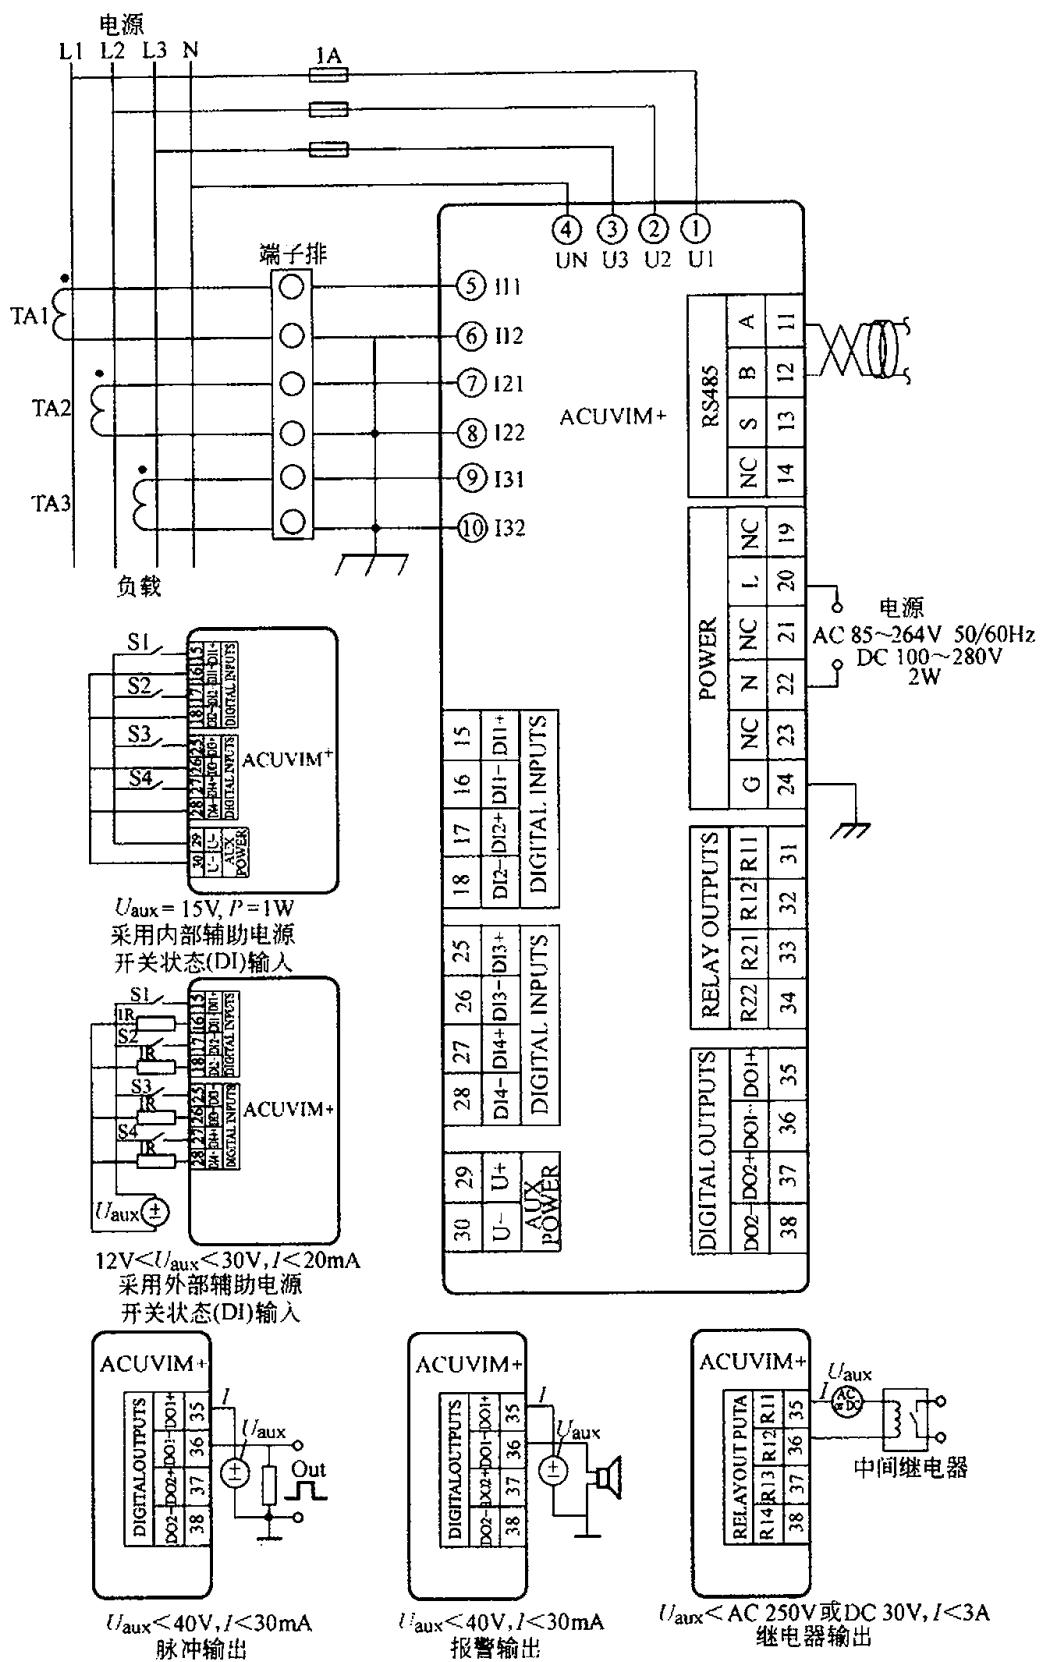

图 287 ACUVIM 增强型数字三相网络电工仪表典型接线图
(3) 典型接线图 (图 287)
增强型的选项比简易型、基本型要多, 共计 5 项, 其接线方法如图 287 中的五幅电路所示。